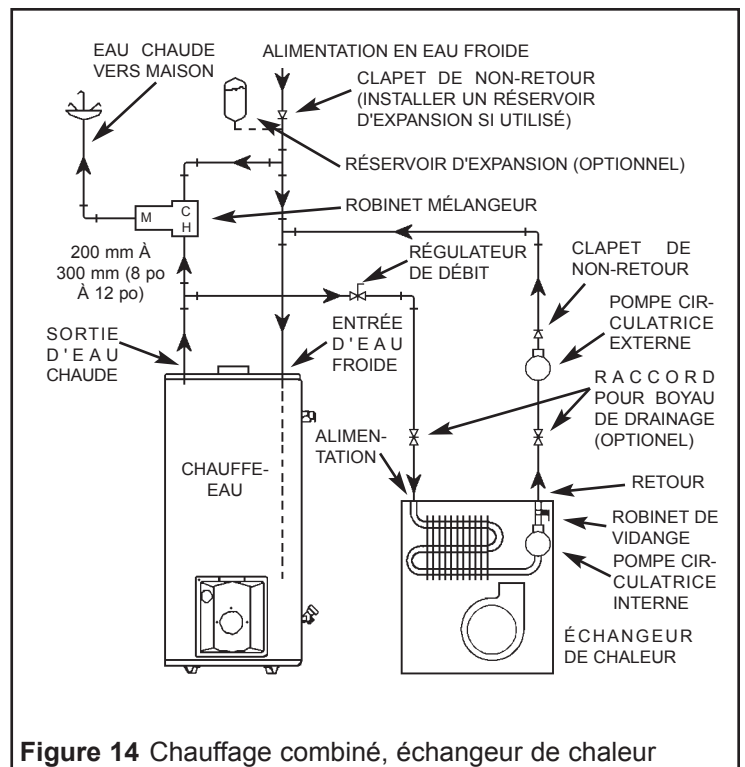

Figure 14 Chauffage combiné, échangeur de chaleur
8. Les systèmes de chauffage combiné fonctionnent à une température plus élevée que les systèmes réguliers. Dans ce cas, on devrait prendre certaines précautions, comme installer un robinet mélangeur, afin de réduire la température de l'eau du système et ainsi réduire les risques d'ébouillantage (voir Figures 14, 15 et 16).
1. Un serpentin ou un échangeur de chaleur (Figure 14).